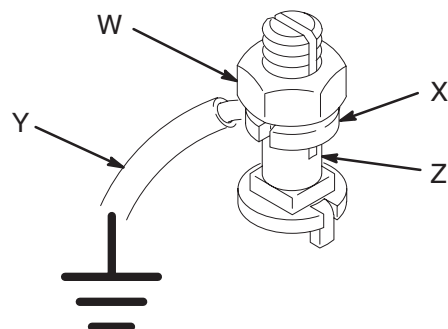

Fig. 2
Alla övriga pumpar: använd en jordledning och klämma. Se Fig. 2. Lossa muttern för jordningshylsan (W) och bricka (X). Stick in ena änden av en jordningskabel med minst 1,5 mm² tvärsnittsarea (Y) i skåran på hylsan (Z) och dra åt muttern ordentligt. Anslut kabelns andra ände till jord. Beställningsnummer för jordkabel och klämma är: 222011.